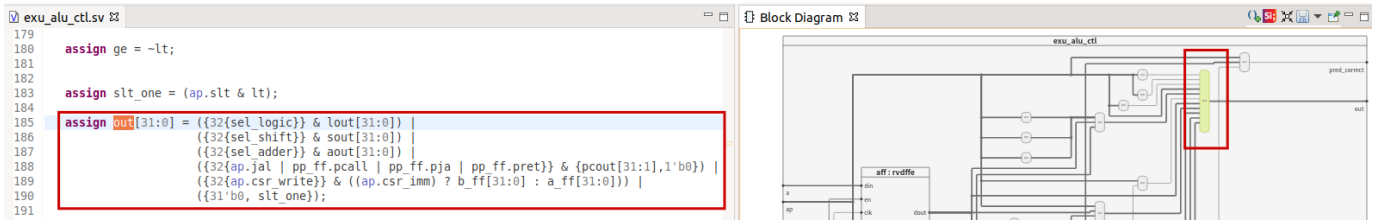

图10. 突出显示生成信号out的组合模块的Verilog代码
4. 还可以通过双击框图中的模块，在Verilog代码中实现组合模块。例如，图10中显示了生成信号out的模块。